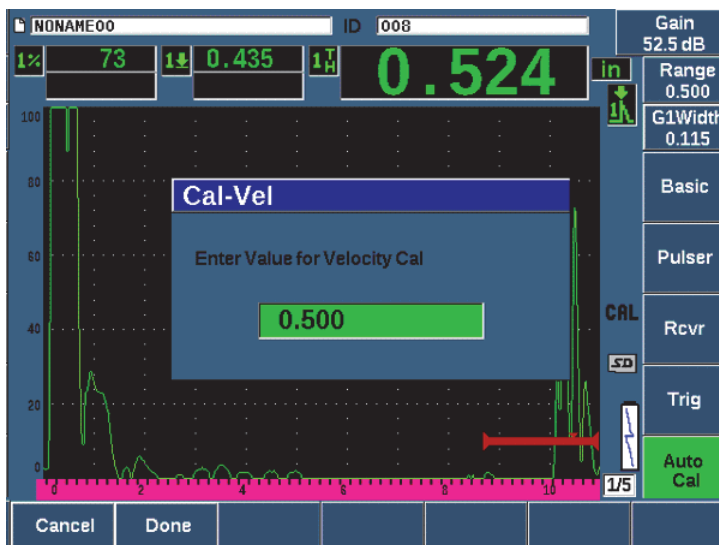

Figura 9-9 Introducción del valor de espesor de calibración de la velocidad
16. En el campo **Cal-Vel**, ajuste el valor para que coincida con el espesor conocido del defecto controlado (12,7 mm [0,500 pulg] en este ejemplo); después, seleccione el botón **Done** para completar el proceso de calibración (vea la Figura 9-9 en la página 187).